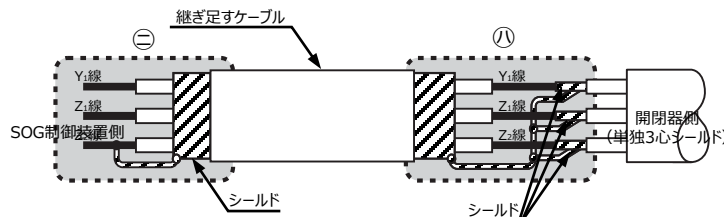

図8 ケーブルの継ぎ足し
- ② シールド内はY1、Z1、Z2の3心のみとしてください。
- ③ 開閉器側制御ケーブルの端末は、シールド線をZ2端子にはんだ付けしていますので、継ぎ足す場合にはシールド線を外し、端子記号を合わせて接続してください。また開閉器側のY1、Z1、Z2のシールド線と継ぎ足すケーブル側のシールドを接続してください。（図8）
- ④ 継ぎ足した側のケーブル端末は、SOG制御装置側でシールドとZ2端子を接続してください。（図8）（お客様で単独シールド付電線をご準備の時）